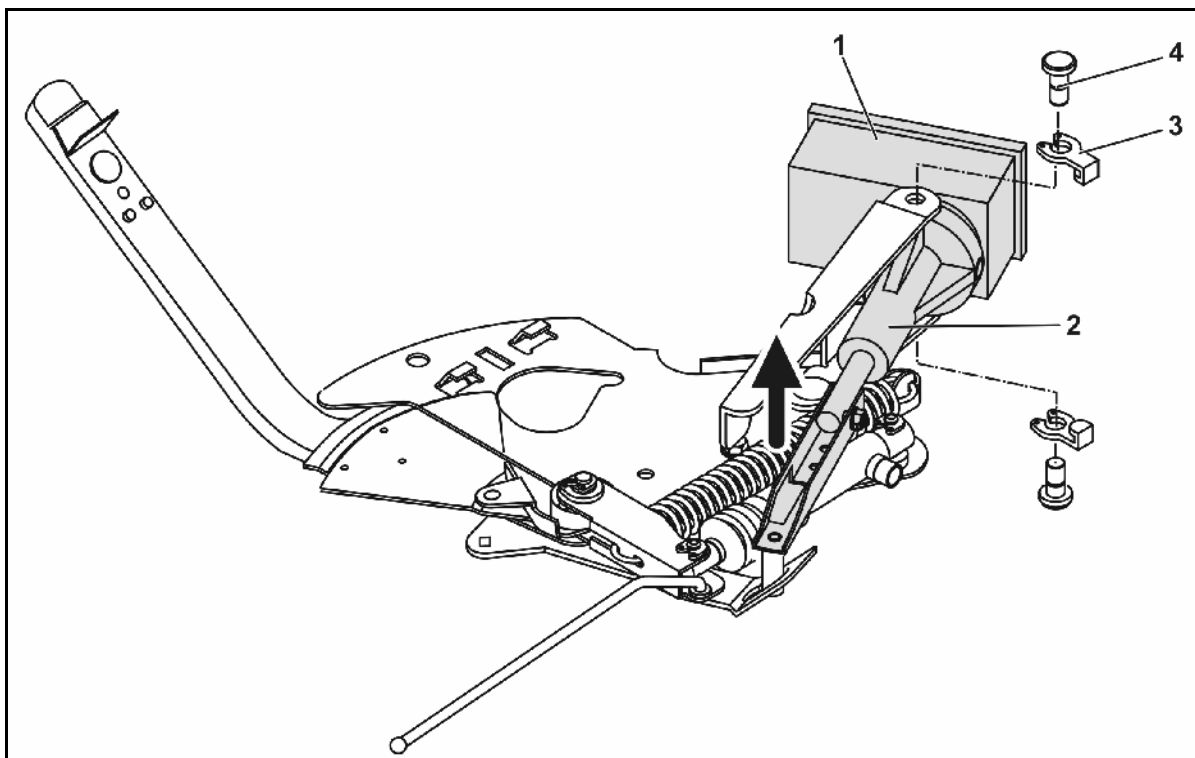

Fig. 65
1. Die beiden Sicherungsclips (Fig. 65/3) mit Sicherungszange entfernen.
2. Die beiden Gelenkbolzen (Fig. 65/4) herausziehen.
3. Den Stellmotor (Fig. 65/1) aus der Motorkonsole herausnehmen.
4. Stellmotor anheben und die Schubstange (Fig. 65/2) aus der Steckverbindung des Dosierschiebers aushängen.
Die ausgehängte Schubstange (Fig. 65/2) mit Hilfsmitteln gegen das Einschwenken in den Arbeitsbereich des Hydraulikzylinders sichern.